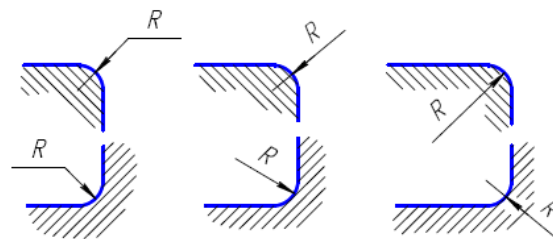

Рис. 10.
19. Размеры радиусов наружных и внутренних скруглений наносят, как показано на рис. 10. Способ нанесения определяет обстановка. Скругления, для которых задают размер, должны быть изображены. Скругления с размером радиуса (на чертеже), менее 1 мм не изображают.